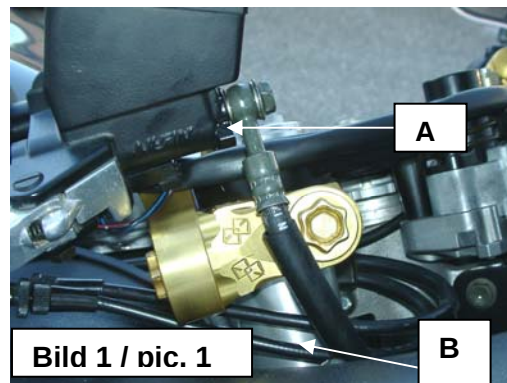

Bild 1 / pic. 1
4. Die Verdrehsicherung des Bremsschlauches am Bremszylinder sauber entfernen und Fitting nach vorne drehen. Bremsschlauchfitting verdrehen , um Freigängigkeit zum Dreharm zu gewährleisten. Bild 1.[A]
5. Gaszüge zwischen Bremsschlauch und Gabelholm verlegen. Bild1 [B].